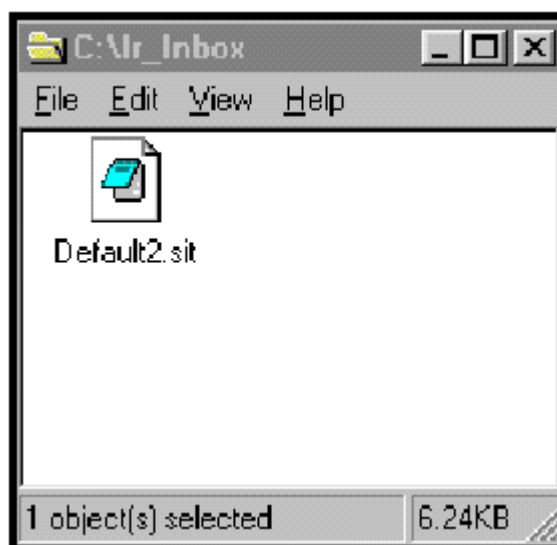

Рис. 6-13: Папка IR_Inbox с переданным файлом
На экран будет выведено сообщение, указывающее на то, что PT878GC "ищет" ИК-устройство. (Если устройство не найдено, то открывается окно с этим сообщением и запросом – хотите ли Вы повторить сканирование снова.) Если устройство найдено, то прибор посылает сообщение, указывающее на то, что объект загружается. (Прибор также выводит сообщение, если имеет сбой загрузки.) Когда загрузка завершена, прибор возвращается к Drive Manager. РС сохраняет переданный файл в папке QuickBeam (IR) Inbox, как показано на рис. 6-13 на следующей странице. Вы можете открыть файл в РС, используя любой текстовый редактор.